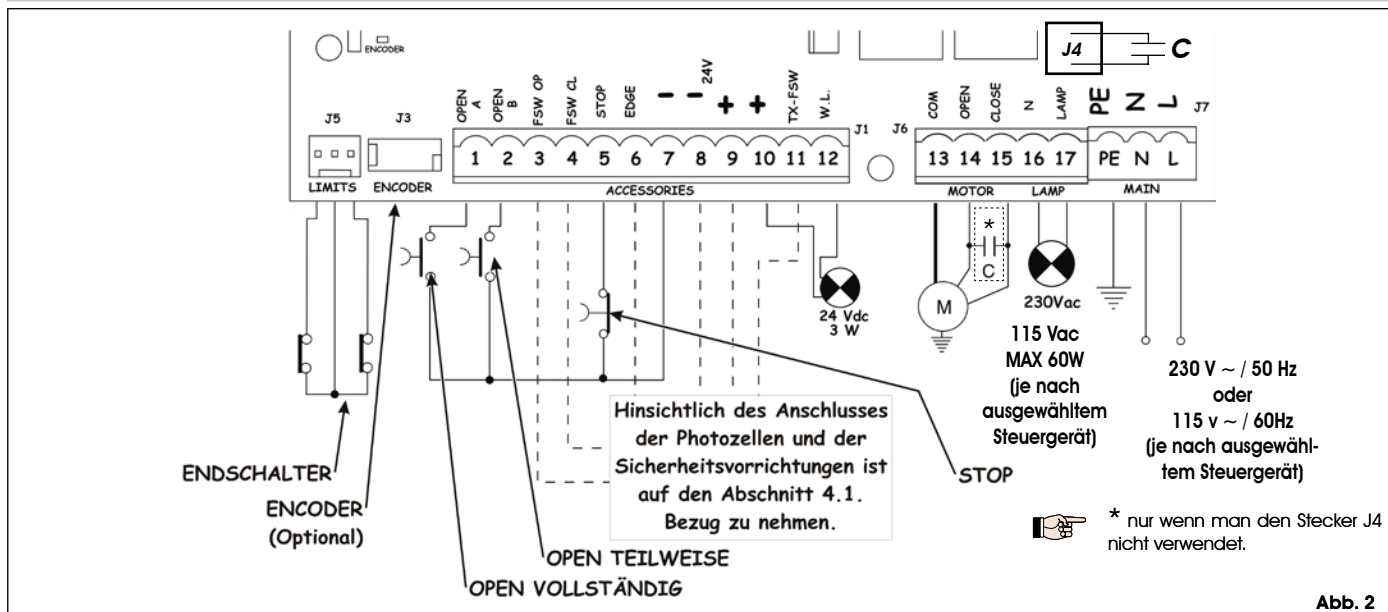

Abb. 2
4.2. Klemmenbrett J7 - Versorgung (Abb. 2)	Seite.44
4.3. Klemmenbrett J6 - Motoren und Blinkleuchte (Abb. 2)	Seite.44
4.4. Klemmenbrett J1 - Zusatzgeräte (Abb. 2)	Seite.44
4.6. Stecker J6 - Schnellanschluß Endschalter (Abb. 2)	Seite.45
4.7. Stecker J3 - Schnellanschluß Encoder (Abb. 2)	Seite.45
Das Erdungskabel ist an die entsprechende Klemme auf dem Stecker J7 des Geräts anzuschließen (siehe Abb. 2).
**4.2. Klemmenbrett J7 - Versorgung (Abb. 2)**
**4.3. Klemmenbrett J6 - Motoren und Blinkleuchte (Abb. 2)**
**4.4. Klemmenbrett J1 - Zusatzgeräte (Abb. 2)**